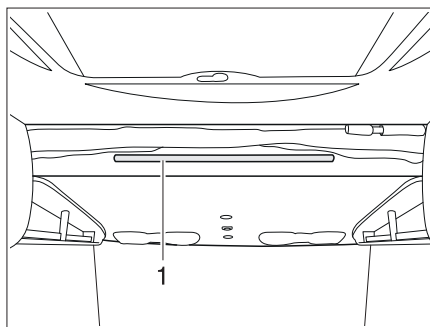

Fig. 169 Cama elevada eléctrica
- Enganchar la escalera de ascenso en la barra de soporte (Fig. 169,1) de la cama elevada con los dos ganchos.